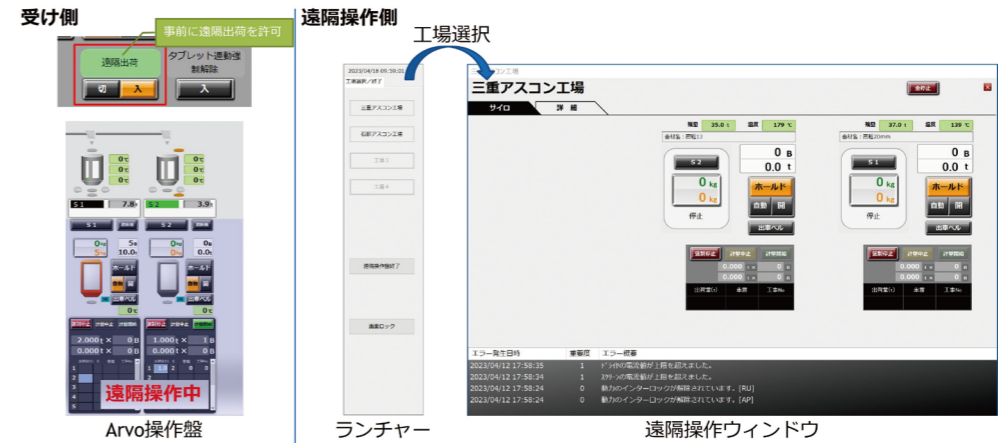

図2 SiiLO画面
- ①操作される側の工場(以下クライアント工場)のAP操作盤「Command-Arvo-AP」(日工電子工業株式会社製品、SiiLO対応可能なのはこの操作盤のみ)にて、遠隔出荷の受入スイッチを入れ、SiiLOによる操作を許可する。
- ②SiiLOを遠隔出荷する工場(以下ホスト工場)に設置する。
- ③クライアント工場に合材の引取者が到着したら、引取者が受付のインターホンを使ってホスト工場と連絡し出荷口へ移動する。
- ④オペレータがホスト工場からカメラシステムを用いて、クライアント工場の出荷口の安全を確認する。
- ⑤オペレータがSiiLOを用いて遠隔出荷を行う(図2)。